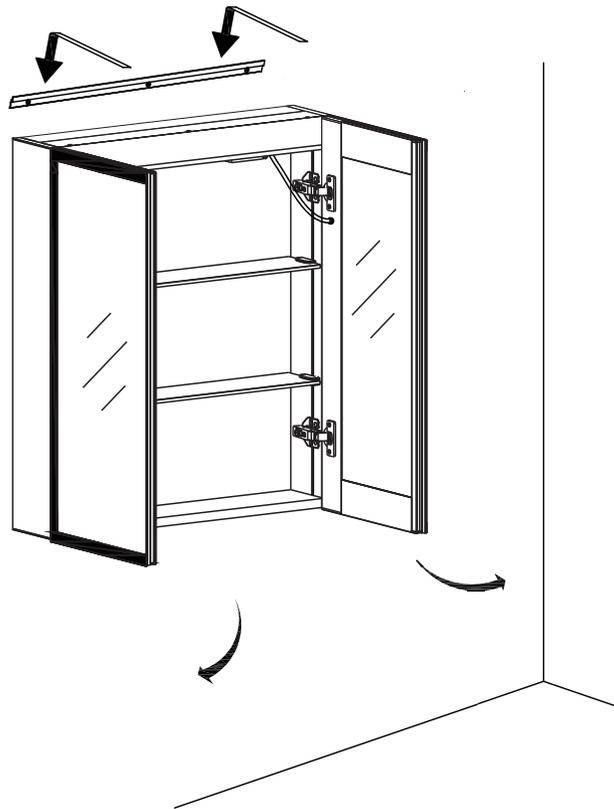

Fig. 7
- 2.3 Schalten Sie abschließend den Hauptschalter ein und testen Sie, ob der Schalter normal funktioniert (Abb. 7)